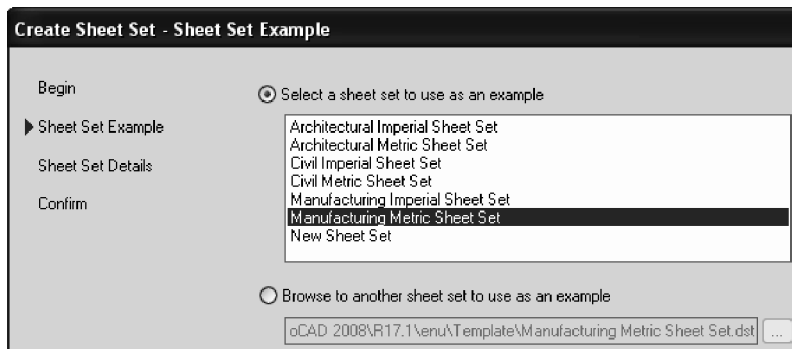

Fig. 10.49 Fereastra **Create Sheet Set – Sheet Set Example**
4. În fereastra **Create Sheet Set – Sheet Set Example** se alege, din lista șabloanelor disponibile, opțiunea *Manufacturing Metric Sheet Set* – Fig. 10.49. Astfel, noul set va fi structurat pe baza standardelor ISO, cu o mărime implicită a formatului de 297x420 mm. Se apasă butonul **Next**.